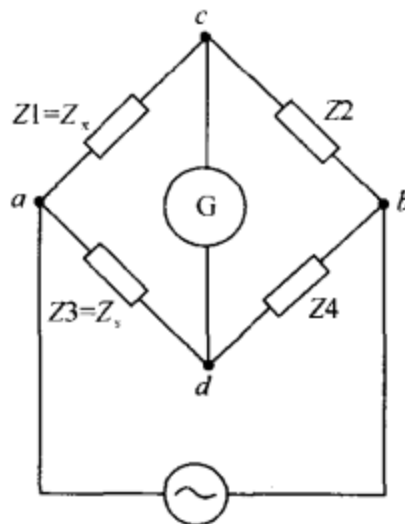

图 5-3 电阻比率电桥
(1)电阻比率电桥。电阻比率电桥如图 5-3 所示。其特点是与 Z_x 相邻的桥臂 Z_3 是一个标准阻抗 Z_s ,另外两个桥臂为纯电阻,此时可得